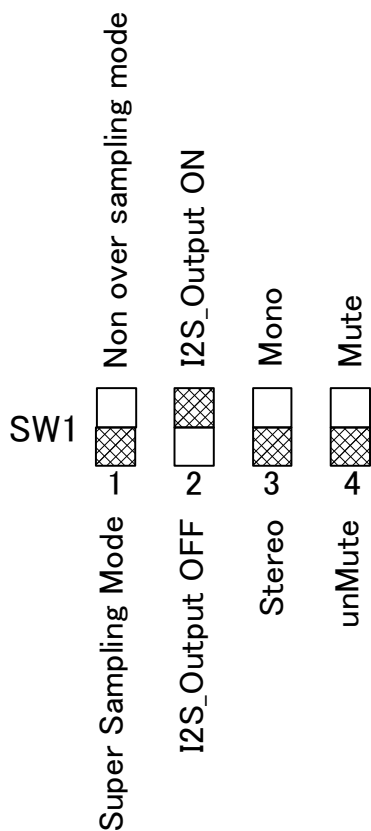

図 3. I2S 出力 ON の設定
②I2S 接続デバイス設定
本基板では、①で説明した J7~J10 へのマルチプライング DAC 出力のほかに、4 倍、8 倍または 16 倍にスーパーサンプリングしたデータを I2S に出力し、AK4490 および PCM5102 から出力することができます。I2S 出力を有効にするには、DIP スイッチ SW1 を図 3 に示すとおり設定します。